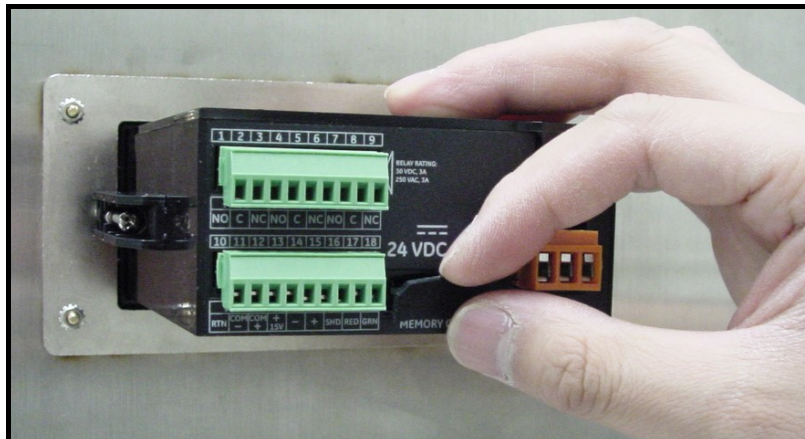
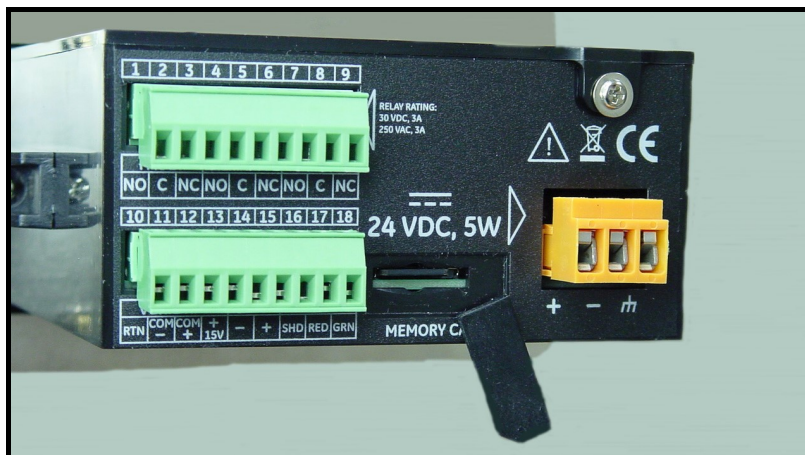

Abbildung 51: Abziehen der flexiblen Abdeckung
Abbildung 52: Geöffneter Speicherkartenhalter
- Suchen Sie die Speicherkarte im unteren mittleren Bereich der Rückwand und ziehen Sie die flexible Abdeckung von links ab. Die Abdeckung hängt an der rechten Seite herab (siehe Abbildung 51 und Abbildung 52).